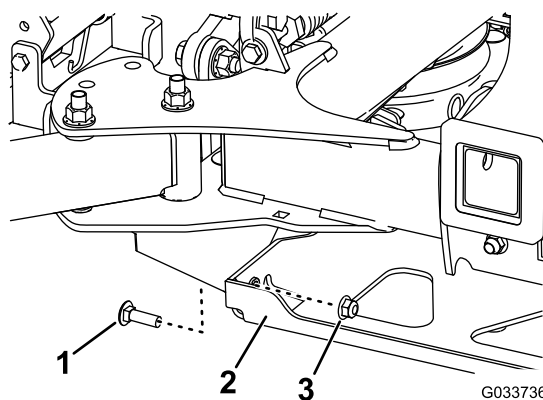

Figure 83
4. Retirez les 2 boulons et les 2 écrous qui relient le support de renfort au cadre (Figure 83).
4. Fixez le support de renfort au cadre à l'aide des 2 boulons et des 2 écrous que vous avez conservés (Figure 83).